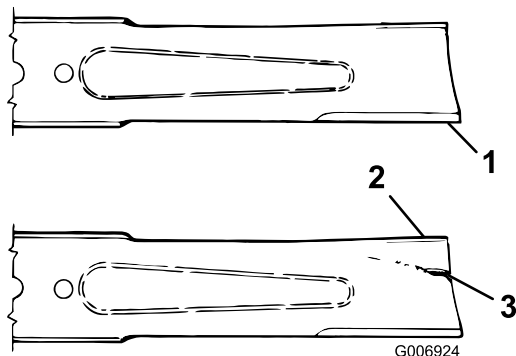

Рисунок 64
- Осторожно проверьте режущие кромки ножей, особенно в точке соединения плоской и изогнутой частей ножа (Рисунок 64).
- При обнаружении износа (Рисунок 64) замените нож; см. Проверка и регулировка плоскости вращения ножей (страница 56).